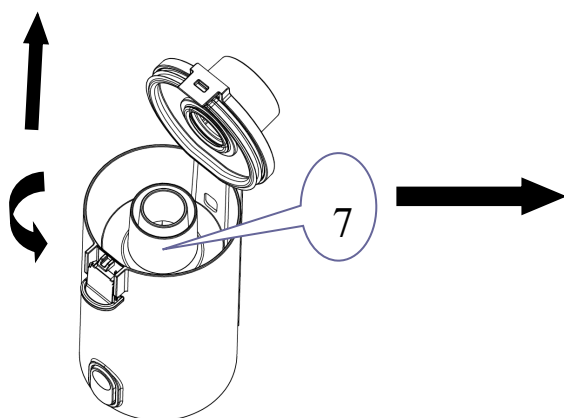
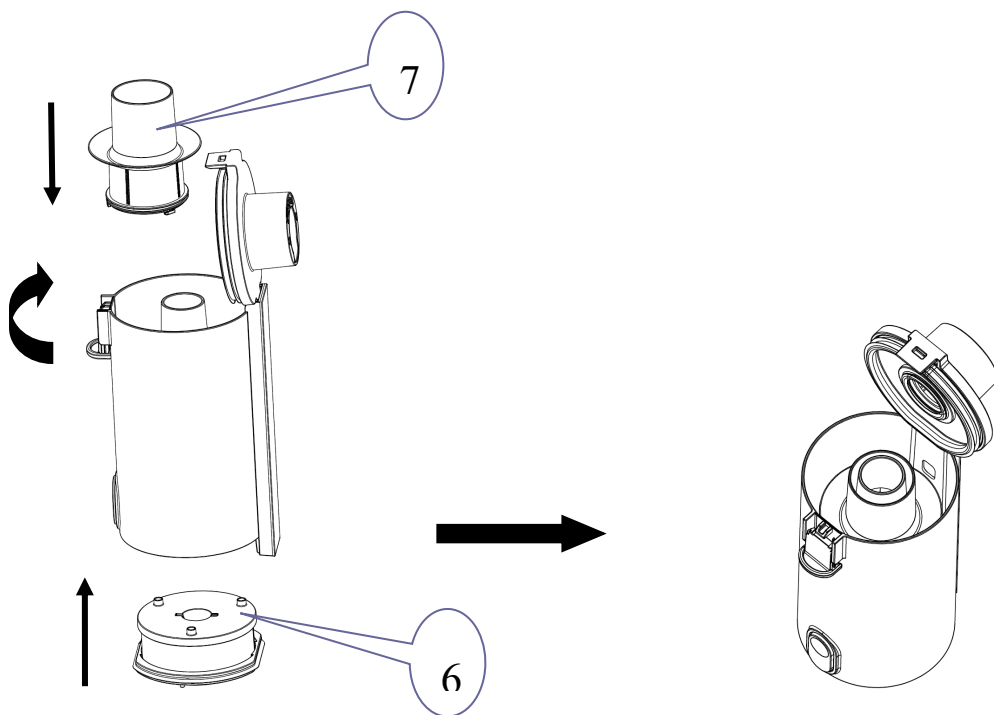

Figur 6-5
Figur 6-7
6.2 Håll ordentligt i filterhållarens handtag (nr 5) och dra ut HEPA-filtret (nr 6) ur dammbehållaren för att tömma filtret. Rengör filtret (nr 6) under rinnande vatten om det behövs, låt det sedan torka helt innan det används igen. Se figur 6-5 och 6-6.
6.3 Ta tag i filterskärmen (nr 7), vrid den moturs och dra ut den ur dammbehållaren. Knacka bort dammet på filterskärmen (nr 7) och töm ut skräpet ur dammbehållaren. Låt filterskärmen och dammbehållaren torka innan du monterar dem igen. Se figur 6-7 och 6-8.
7.19 Displayen visar "Filter Blocked": filtret är igensatt. Ta tag i filterskärmen och vrin det moturs för att dra ut den ur dammbehållaren. Knacka bort smutsen från filterskärmen och håll ut skräpet ur dammbehållaren (se figur 6-7 och 6-8). Håll ordentligt i filterhållarens handtag, dra ut HEPA-filtret ur dammbehållaren och töm det. Om det behövs kan du rengöra HEPA-filtret under rinnande vatten så som visas i figur 6-5 och 6-6. Låt det sedan torka helt innan det används igen.